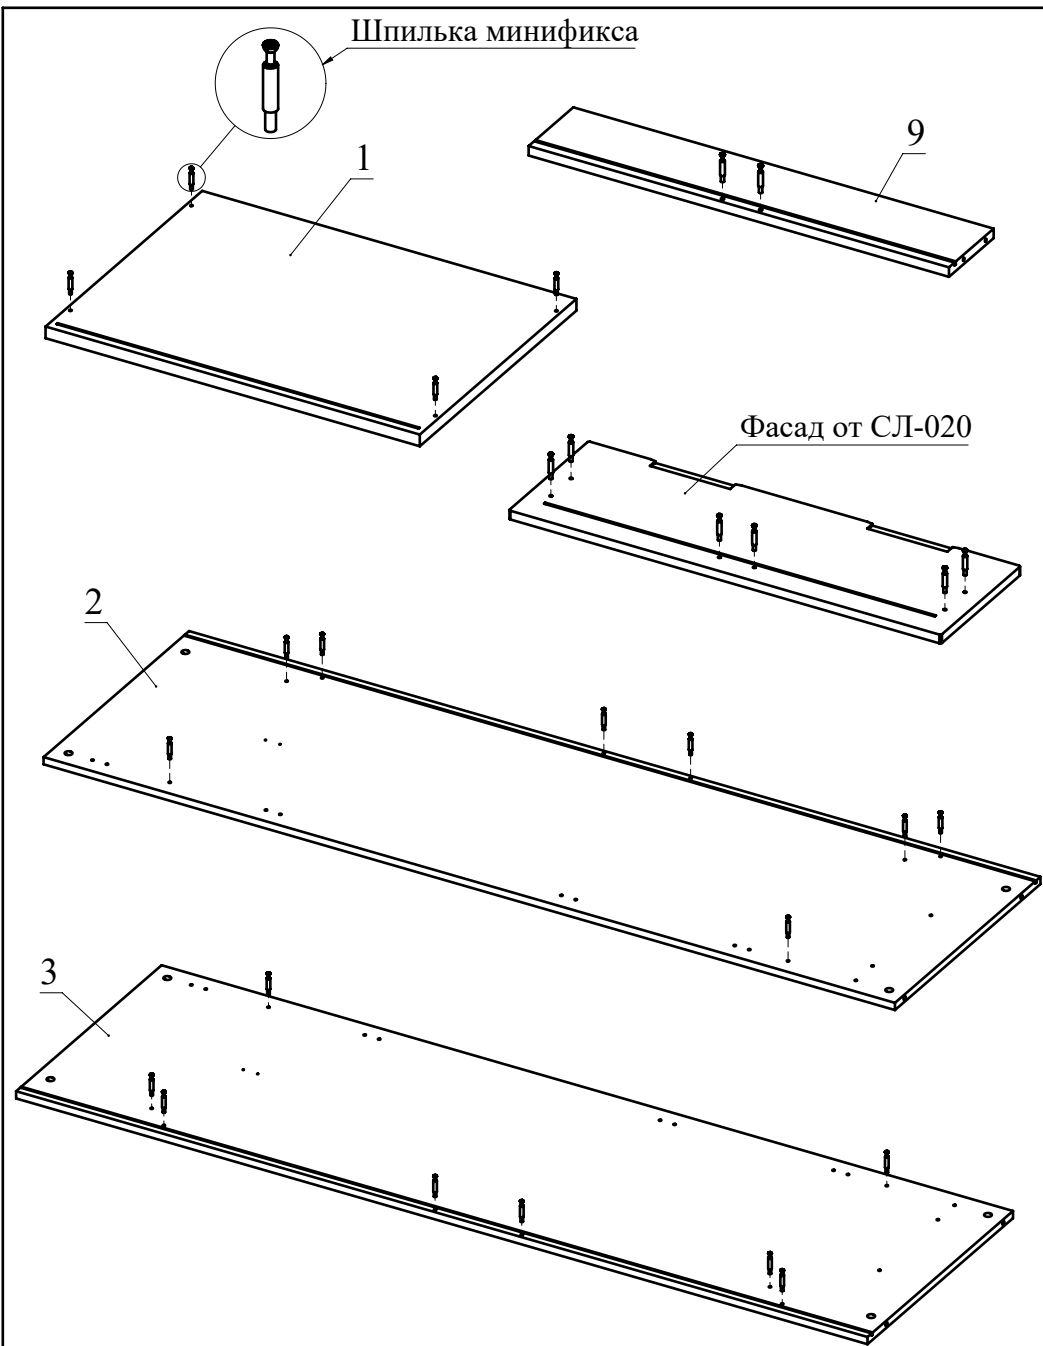

Рис.1
1. Вкрутите шпильки минификсов в детали 1, 2, 3, 9 и фасад ящика от СЛ-020 (Рис. 1).